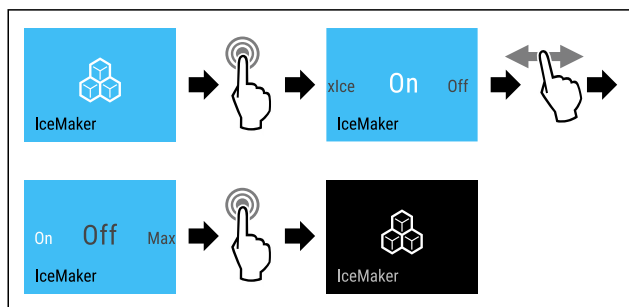

Fig. 23 Eksempelfremstilling med aktiv funksjon IceMaker
- Følg anvisningene (se Fig. 23) .